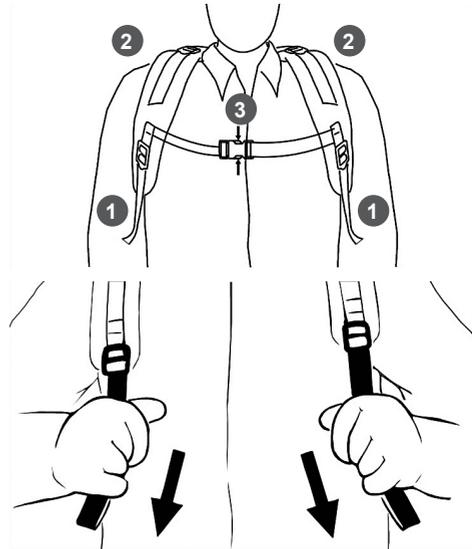

Рис. 8. Подгонка ремня
6. Наденьте воздухоподушку и отрегулируйте ремни (Рис. 8).
4. Отрегулировать плечевые ремни устройства по росту и фигуре (Рис. 8). Отрегулируйте ремни 1 и лямки 2 так, чтобы устройство удобно сидело на спине. Отрегулируйте нагрудный ремень в удобное положение. Застегните замок 3 ремня.